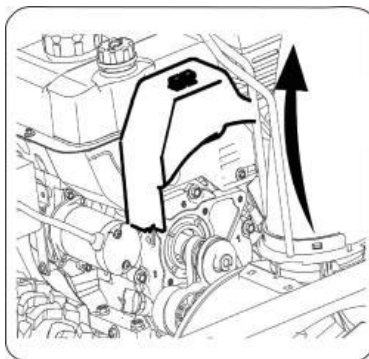

Рисунок 27
1. Снимите крышку ремня, располагающуюся в передней части двигателя, открутив два самореза (см. рис.27).